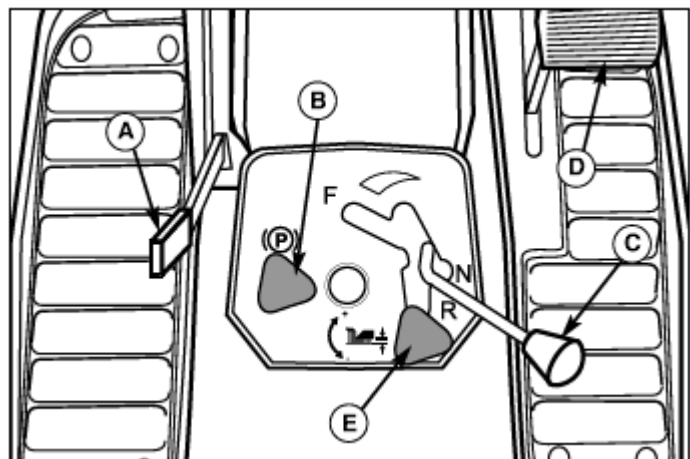

図 27 操作パネル
4. モアリフトレバー (図 27 の A) を少し手で引き上げながら、Dial-A-Cut コントロール (図 27 の C) を調節して刈高を中間の位置 (スケールの 2 か 3 の位置) にします。モアリフトレバーが下がった位置にあるか確認します。